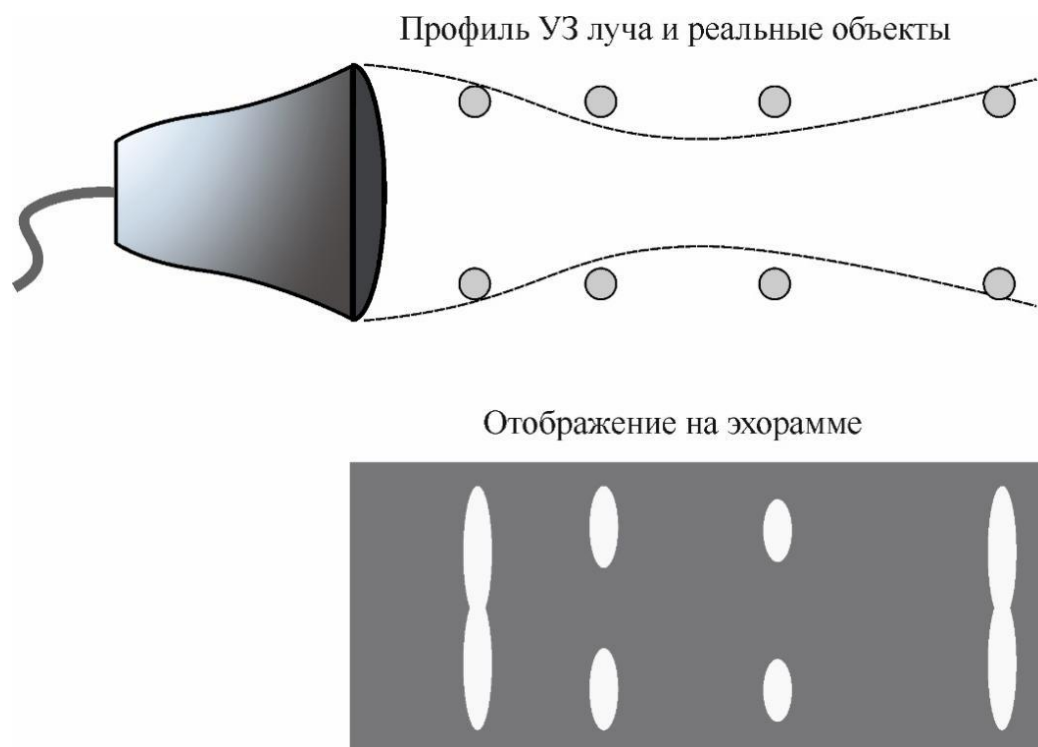

Рис. 11. Принцип латерального (поперечного) разрешения в УЗИ
*Латеральное разрешение* (оно же *азимутальное*, или *поперечное*) показывает способность различить два объекта, близкие по направлению, перпендикулярному оси УЗ луча. Физический принцип заключается в том, что все точечные объекты, попадающие в поперечное сечение луча, отображаются как один усреднённый сигнал. Следовательно, разрешающая способность напрямую определяется шириной луча на заданной глубине (рисунок 11).